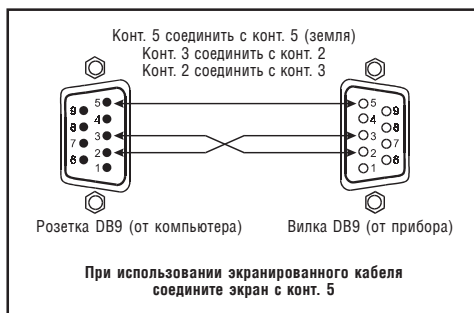

Рис. 6. Подключение к порту RS-232
- Можно также соединить порт RS-232 DB-9M на PC с портом RS-232 DB-9F на задней панели прибора без использования нуль-модемного адаптера, как показано на рис. 6: